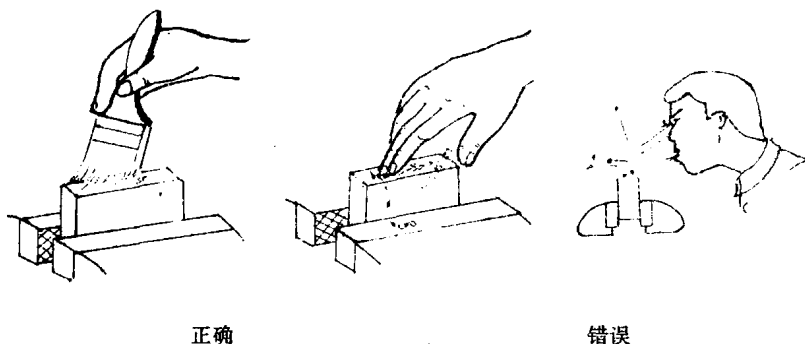

图 1—15
5. 清除铁屑必须用毛刷,不允许用手清除,更不允许用嘴吹(图 1—16)。